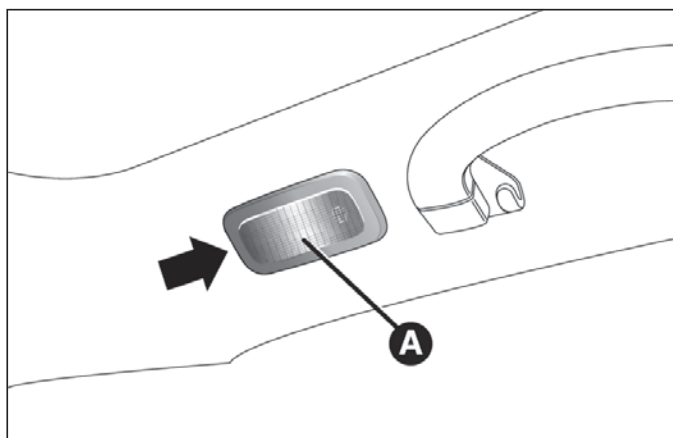

fig. 197
- ☐ presionar en el punto indicado por la flecha y retirar el plafón A fig. 197;
- ☐ volver a montar el plafón A fig. 197 introduciéndolo en su posición correcta, primero de un lado y, a continuación, presionando del otro hasta oír el "clic" de bloqueo.